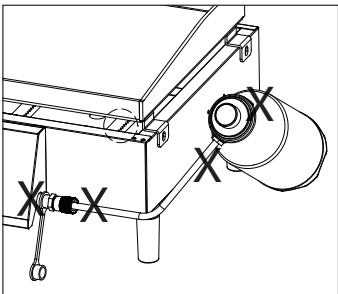

Figura 6
- Verifique visualmente la conexión entre el tubo del quemador y el regulador (vea la Figura 6).
- Vierta solución de detección de fugas en todas las ubicaciones marcadas con “X” (vea la Figura 6).